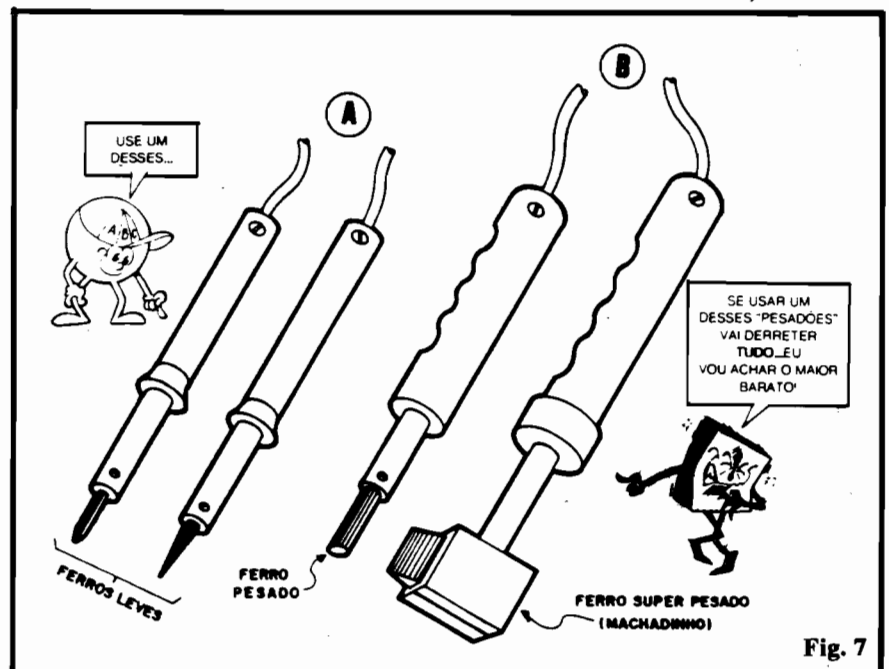

Fig. 7
- **FIG. 7** - Ferros leves (A) e pesados(B) para uma comparação visual. Os tipos (B) **não** devem ser usados na moderna Eletrônica... Se lá naquela "arqueológica" caixa de ferramentas existir um "trambolho" desses, reserve-o para remendar fundos de panelas furadas, consertar a lataria do "Gordini" e essas coisas... **NÃO** os aproxime de um moderno e delicado componente eletrônico!